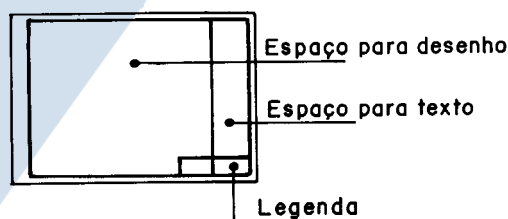

Figura 1
4.2.3 A largura de espaço para texto é igual a da legenda ou no mínimo 100 mm (ver Figura 1).